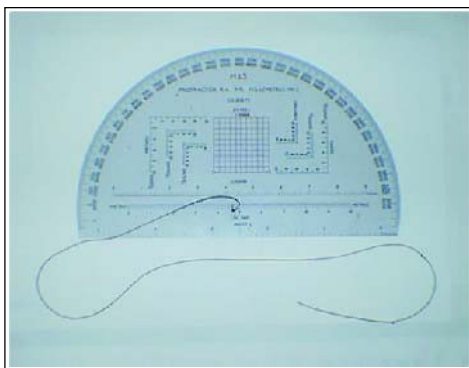

Fig 5-1. Transferidor de tiro
a. Transferidor de locação (T Loc) - É um gráfico construído em plástico transparente ou impresso em papel calco. Usado para transformar a localização do alvo e as correções feitas pelo observador referente à LO, em localização do alvo e correções em relação à LT. Uma seta se estende por todo o diâmetro do círculo interno do T Loc, com sua ponta na graduação zero da escala dos lançamentos e indica a direção da LO. A escala dos lançamentos é impressa em torno do bordo do T Loc e é graduada no sentido anti-horário, de 10 em 10 milésimos, de 0 a 6400 milésimos, sendo numerada de 100 em 100 milésimos. A escala do T Loc deve ser a mesma do transferidor de tiro e da prancheta de tiro (PT). A orientação do T Loc será vista adiante.
b. Transferidor de tiro - É de plástico transparente, tem a forma semicircular e duas escalas em milésimos variando da esquerda para a direita de 0 a 3200 milésimos e de 3200 a 6400 milésimos. Possui no seu interior um gráfico quadriculado na escala 1:25000 que serve para ser utilizado como quadriculado na falta do T Loc. Apresenta em seu corpo três réguas graduadas, para medição de alcances, nas escalas 1:25000, 1:63360 e 1:50000. É empregado para medir ângulos em milésimos para locação do ponto de vigilância (PV) e do pelotão (Fig 5-1).